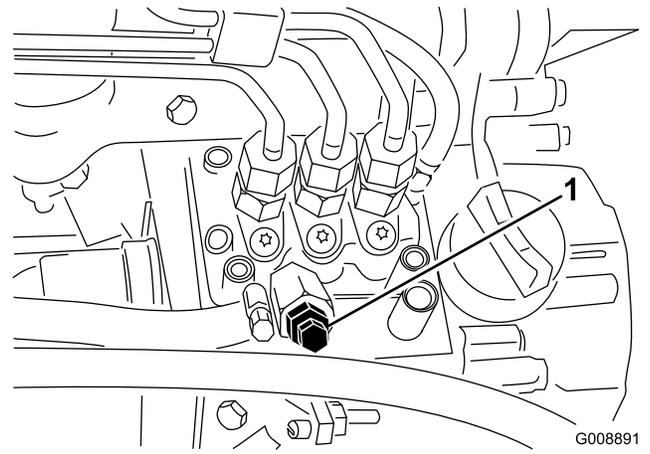

図 23
3. 燃料噴射ポンプについているエア抜きネジ(図 23)をゆるめる。